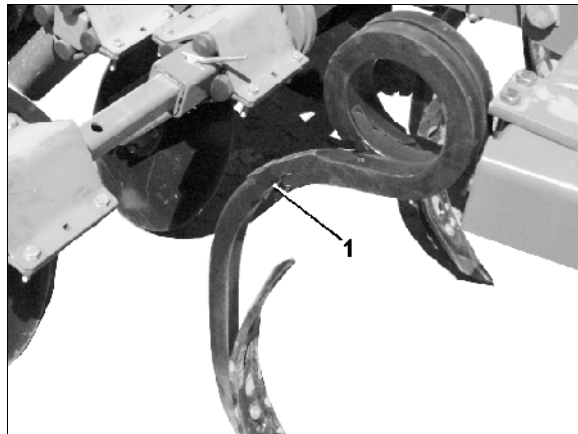

Fig. 11
- **Firkantståltinder (Fig. 11/1)**